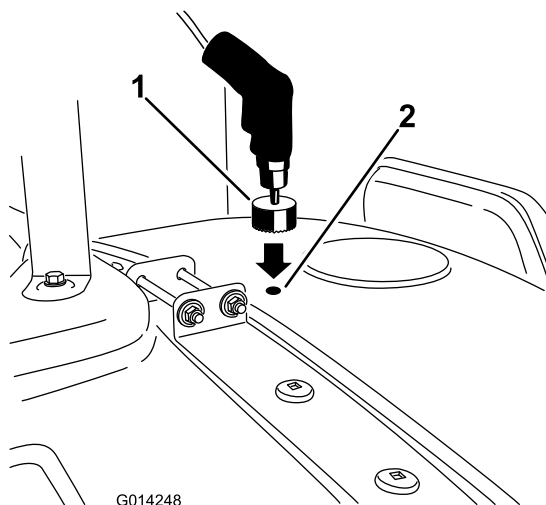

Figure 13
6. Passez au repère de perçage devant le couvercle de la cuve et répétez la procédure pour le trou avant (Figure 13).